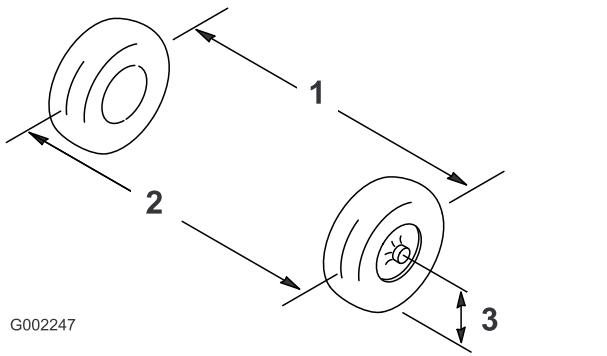

Figure 98
2. Mesurez la distance entre les roues avant à hauteur d'essieu, à l'avant et à l'arrière des roues (Figure 98).